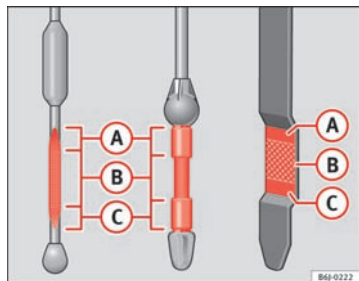

Fig. 125 Oliepind
- Træk derefter oliepinde op igen, og aflæs oliestanden ⇒ Fig. 125. Fyld om nødvendigt mere motorolie på.